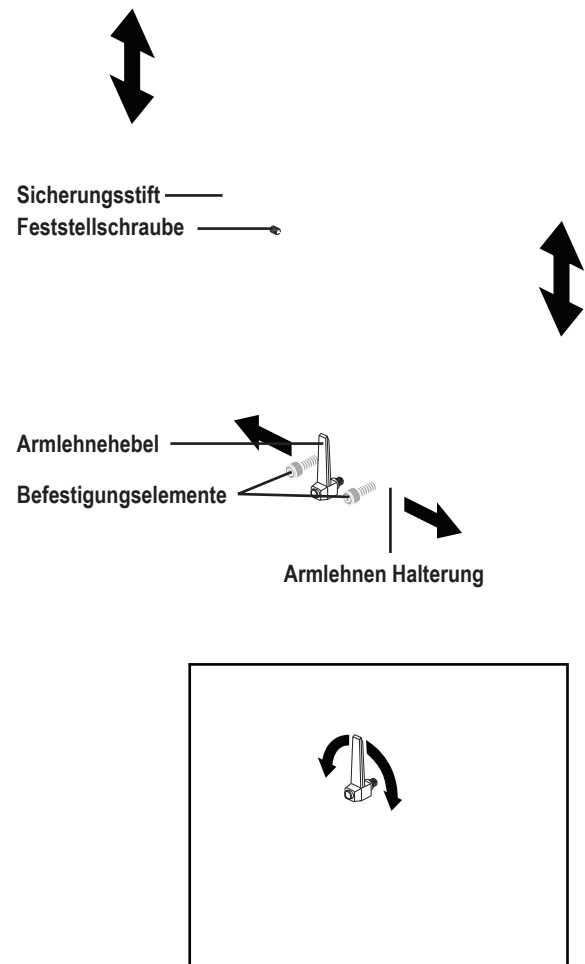

Abbildung 6. Entfernen/Anbringen der TB-Flex Quick-Release-Armlehnen
2. Heben Sie die Armlehneneinheit nach oben. **Siehe Abbildung 6.**
2. Führen Sie die Armlehneneinheit in die Armlehnenhalterung ein. **Siehe Abbildung 6.**
1. Lösen Sie die Stellschraube, aber entfernen Sie sie nicht, indem Sie sie mit einem 2-mm-Inbusschlüssel gegen den Uhrzeigersinn drehen. **Siehe Abbildung 6.**